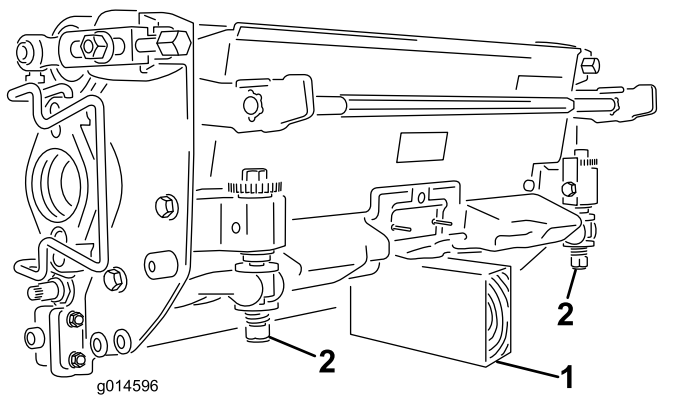

Рисунок 51
**Внимание:** Если необходимо наклонить режущий блок, подложите опору под заднюю часть режущего блока, чтобы гайки регулировочных винтов неподвижного ножа не упирались в рабочую поверхность (Рисунок 51).